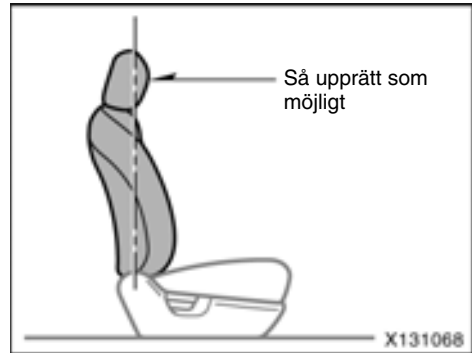

BILD 1
- När du använder en bilbarnstol i framsätet skall du sätta ryggstödet i upprätt läge och låsa fast det i det läget. (Se bild 1.)